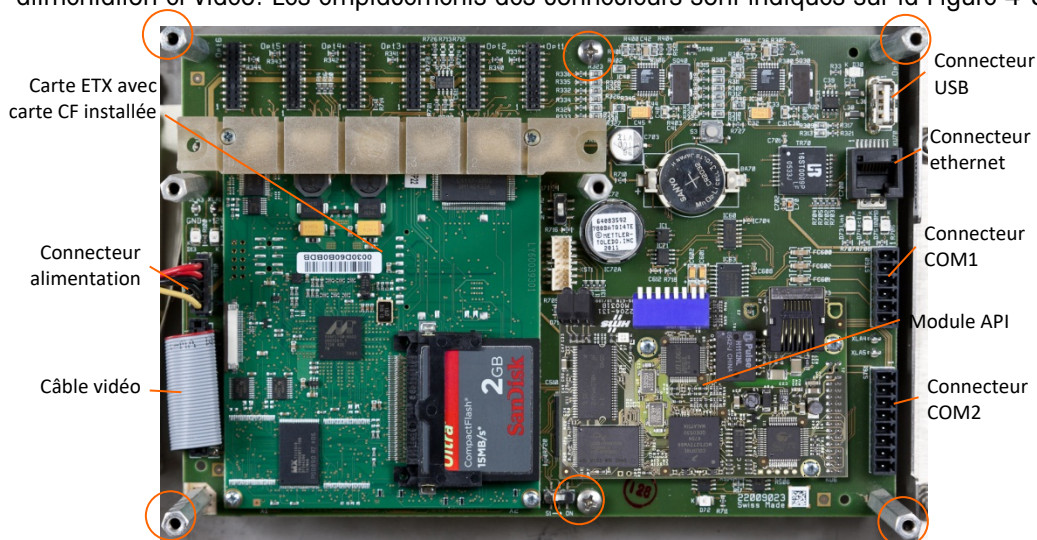
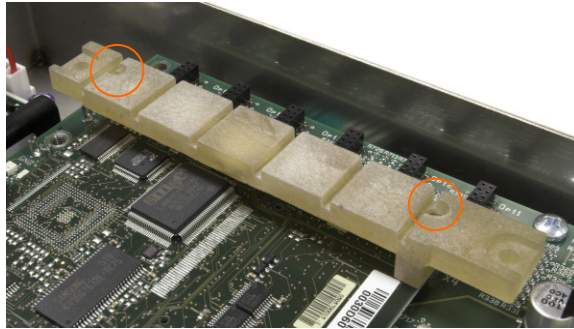
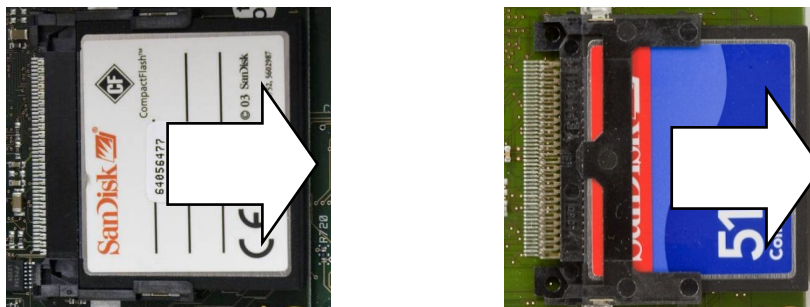

Figure 4-52 : Connexions et vis de montage de la carte principale
Figure 4-55 : Emplacements des vis du guide inférieur de la carte
Figure 4-61 : Retrait de la carte CF – original (gauche) et nouvelle (droite)
9. Enlevez tous les connecteurs de périphérie de leurs douilles – COM1, COM2, Ethernet, USB, alimentation et vidéo. Les emplacements des connecteurs sont indiqués sur la Figure 4-52.
- a. Pour un terminal installé sur panneau, placez les vis dans les trous centraux et dans les quatre supports hexagonaux des trous à l'extérieur (voir la Figure 4-55).
1. Enlevez les deux vis fixant le guide inférieur de la carte et la carte ETX à la carte principale (Figure 4-52). Les emplacements de ces vis sont indiqués sur la Figure 4-55.
Pour enlever une carte CF de la carte ETX, tenez la carte CF par ses côtés et glissez-la soigneusement hors de son logement dans le sens indiqué sur la Figure 4-61. Vous serez peut-être obligé de bouger la carte légèrement d’un côté à l’autre pour la dégager. Si un module d’option d’interface API est installé, il peut s’avérer nécessaire de l’enlever en premier.
La Figure 4-61 illustre une carte CF orientée dans le même sens que sur la Figure 4-52.